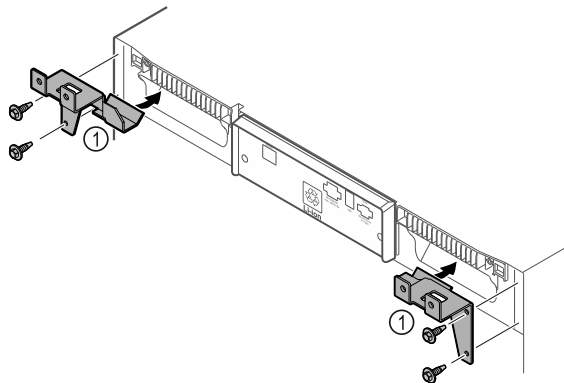

Fig. 11
- ▶ Uzmontējiet turētājelementus Fig. 11 (1) pie ierīces, izmantojot klātpievienotās pašvītņotājskrūves.